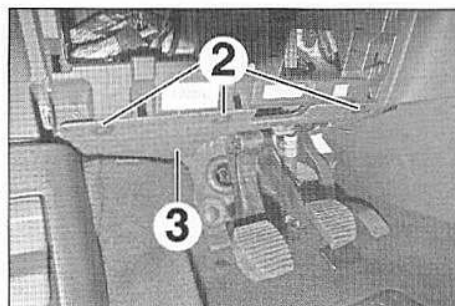

FIG.6
- Déposer (Fig.6) :
- les agrafes (2),
- la garniture inférieure gauche (3).